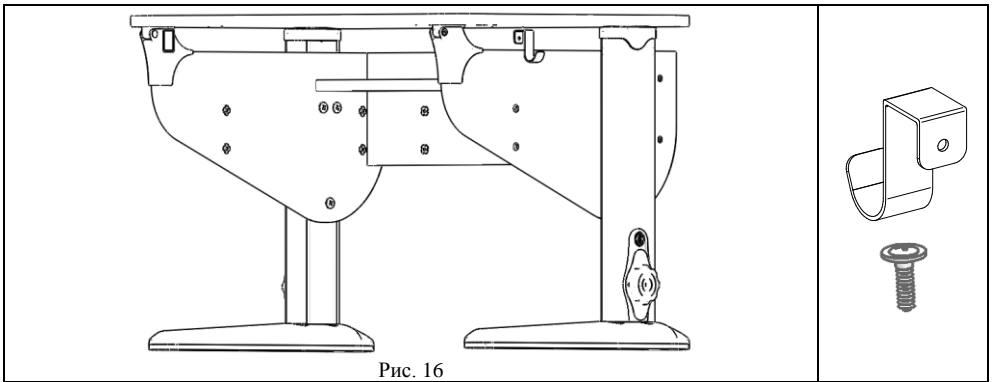

Рис. 16
5.8. Установить крючок (поз.1, пакет № 66а) на стенку боковую, см. рис.16.